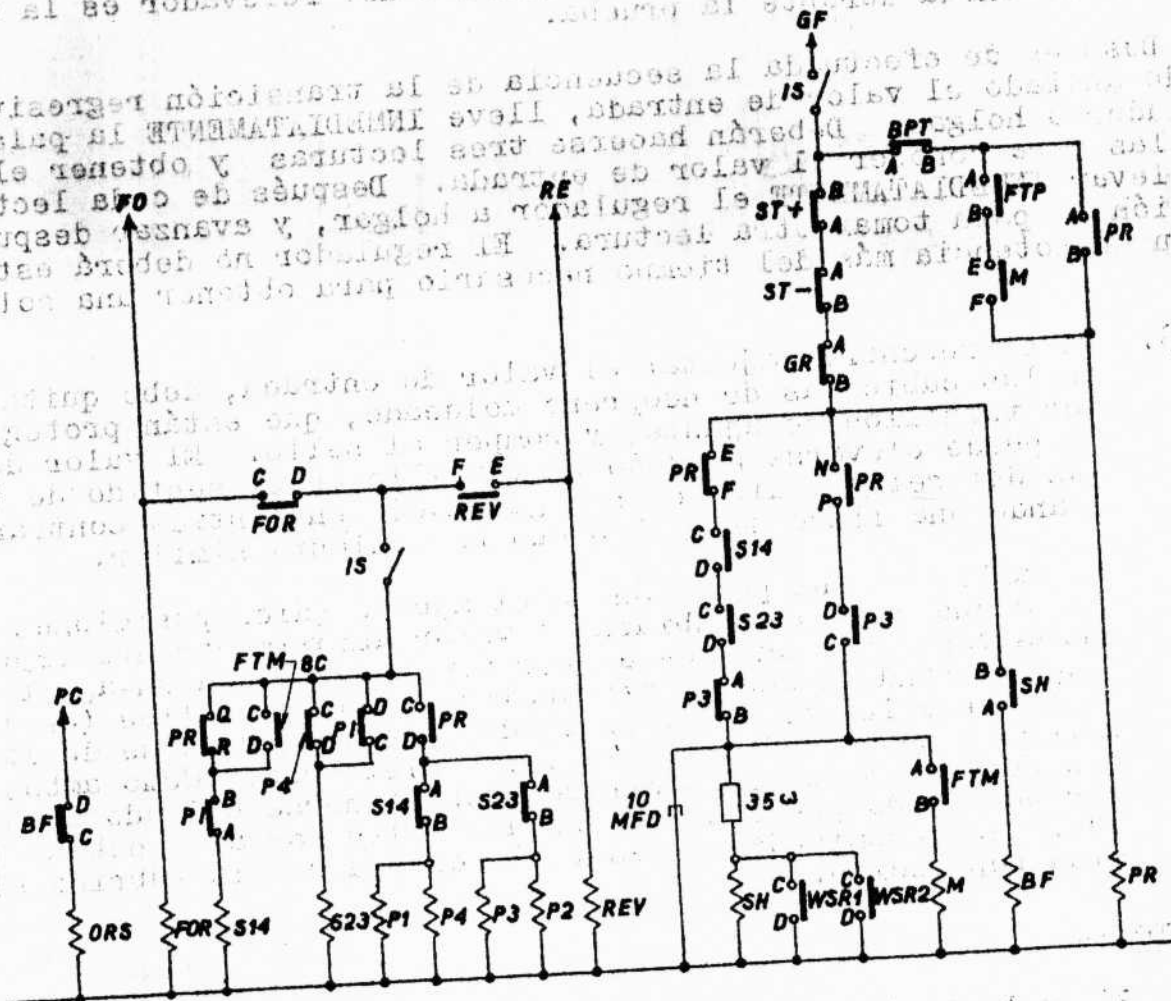

Fig. 1 — Transición automática de 3 relevadores.
- 1.-Usando un alambre aislado o una barra conecte momentáneamente las terminales A-B del relevador FTM, ver fig.1.